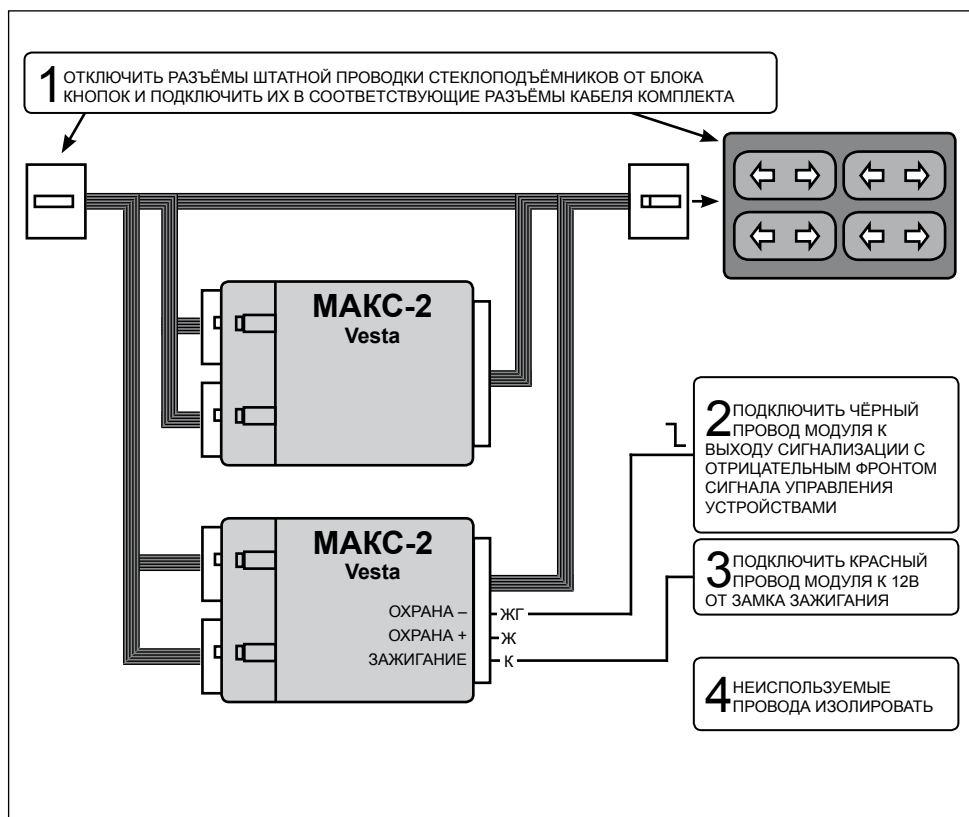

Рисунок 2. Схема подключения комплекта модулей МАКС-2 Vesta к сигнализации с отрицательным фронтом на выходе управления внешними устройствами
5.6 Для режима автоматического подъёма стёкол при постановке на охрану подключить один из проводов «ОХРАНА» модуля к цепи, на которой появляется импульс при постановке на охрану. Вход «ОХРАНА +» срабатывает на перепад напряжения от 0 до 12 Вольт (положительный фронт), а вход «ОХРАНА -» срабатывает на падение напряжения (отрицательный фронт) (рисунок 2). Неиспользуемый провод изолировать.